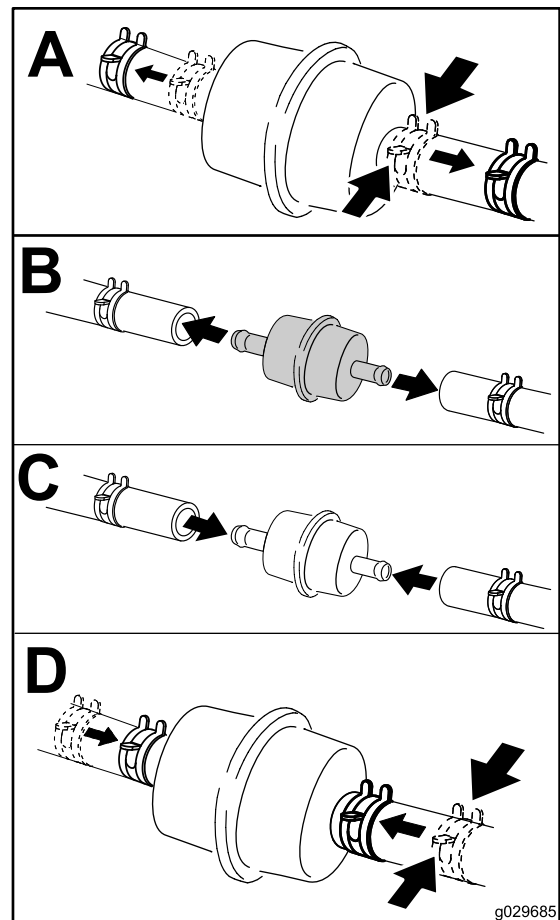

Figura 43
6. Coloque un recipiente limpio debajo del filtro de combustible y cambie el filtro de combustible, como se muestra en la Figura 43.